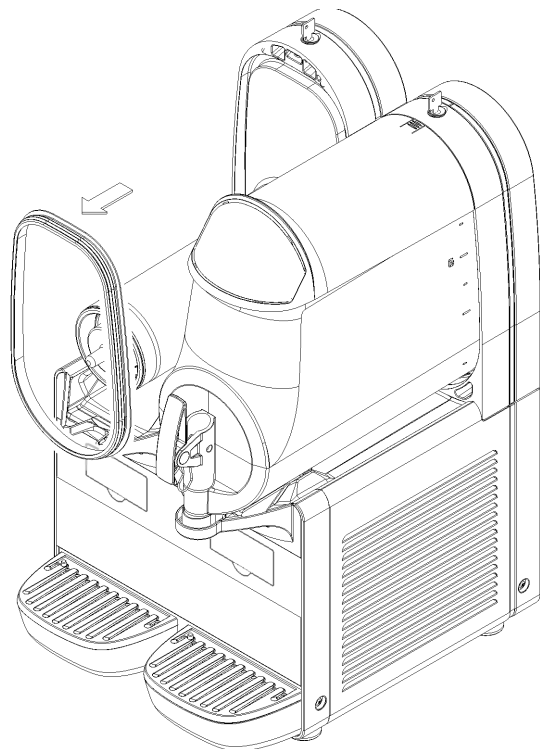

figura 13
- 4 Togliere la guarnizione dalla apposita sede (vedere figura 13).